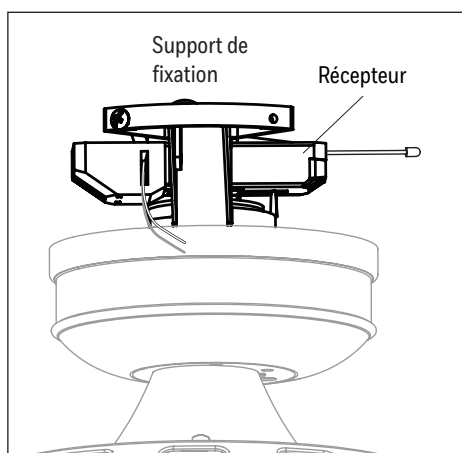

Figure 3.5
5. Placez le récepteur de l'ensemble de contrôle à distance dans le support de fixation, le côté plat du récepteur orienté vers le haut (Figure 3.5).